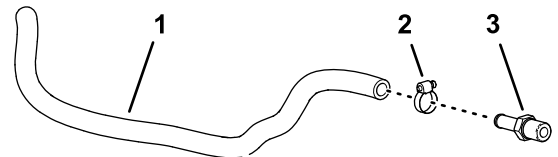

Figur 46
2. Afmonter oliekoelerens returslange fra maskinen (Figur 46).